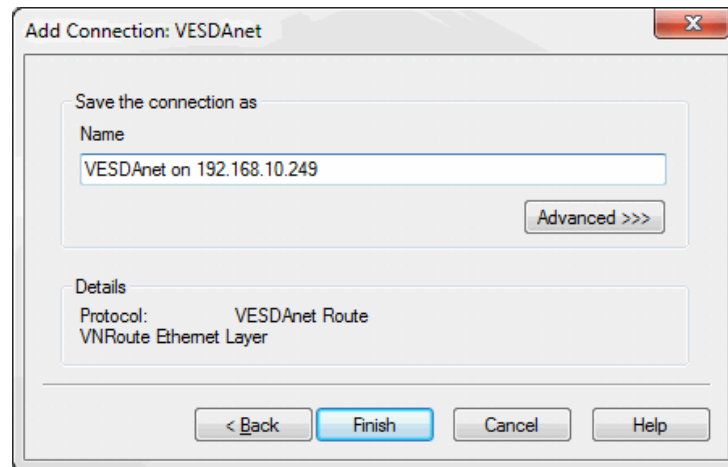

Рис. 5-7: Ввод имени подключения
3. Введите уникальное имя для подключения или примите предварительно созданное имя, а затем нажмите кнопку **Finish** (Готово) (Рис. 5-7).